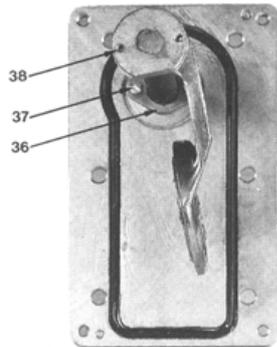

Fig. 10
Voir fig. 10.
La fig. 10 montre la position du centre par rapport au couvercle du manomètre au moment de l'installation des rondelles d'étanchéité (36). Les profils des rondelles (36) doivent coïncider. La position n'a pas à être très précise, l'essentiel étant que le flexible subisse une torsion minimale quand le débitmètre est en service et qu'il n'accuse aucune torsion lorsque la membrane et le centre sont en position médiane. Monter la membrane, voir "Remplacement de la membrane".